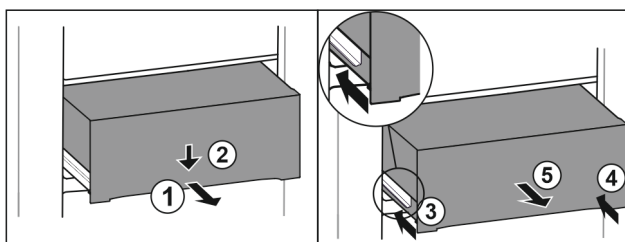

Fig. 105
- Trekk skuffen ut halvveis. Fig. 105 (1)
- Skyv skuffen foran nedover. Fig. 105 (2)
- Sett inn den venstre skinnen ca. 2 cm. Fig. 105 (3)
- Sett inn den høyre skinnen ca. 2 cm. Fig. 105 (4)
- Ta ut skuffen framover. Fig. 105 (5)